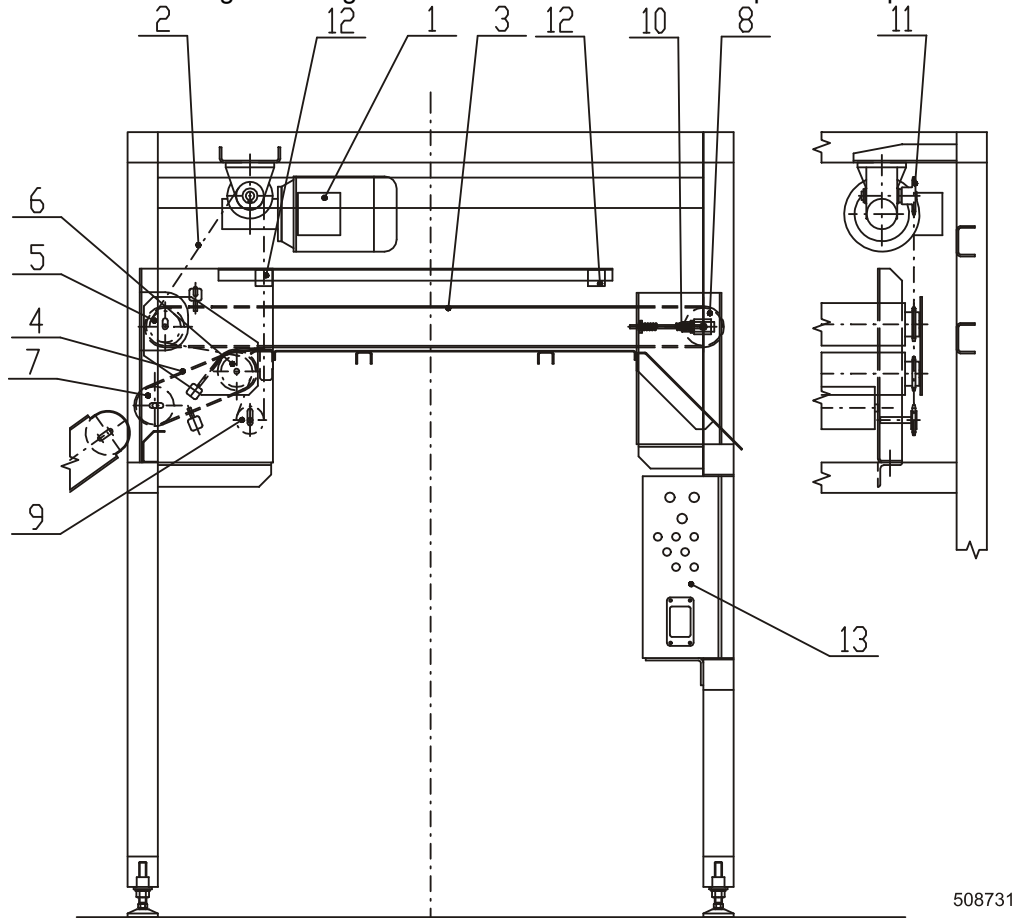

Fig. 5.4.5.A Cumulatore
Le catene di trasmissioni mantenere moderatamente tese. La regolazione della tensione della catena del trasportatore d'uscita si esegue spostando la trasmissione nei fori ovali nei sostegni di trasmissione. La regolazione della tensione della catena del trasportatore di cumulatore si esegue tramite la puleggia di tensione fig. 5.4.5.A pos. 9.
La tensione dei nastri d'entrata fig. 5.4.5.A pos. 4 del cumulatore si esegue spostando il rullo piccolo (7) nei fori ovali del sostegno. La tensione dei nastri principali (3) del cumulatore si esegue in automatico tramite tensore (10).
Controllare la funzione dei sensori ottici nell'entrata e uscita del trasportatore principale del cumulatore. I sensori ottici fig. 5.4.5.A pos. 12 oppure le superfici di riflesso su tavoli possono essere sporcati allora pulirli con uno straccio umido e lucidarli.